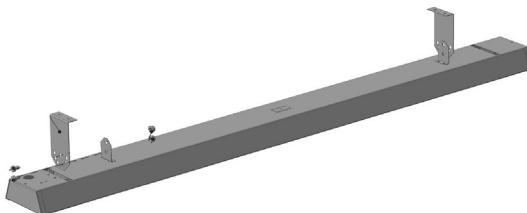
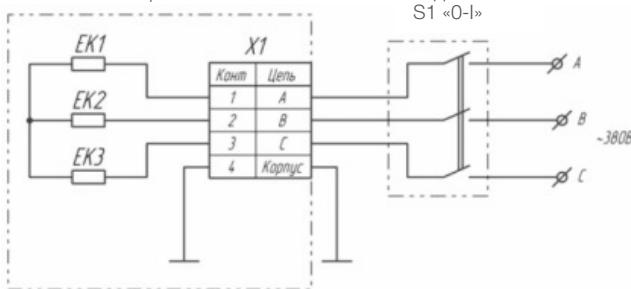

Рис. 4
Рис. 5
2. Раскройте чехол с комплектом монтажных деталей и извлеките их. В комплект входят 2 кронштейна и 4 винта M4x10 (рис.4).
- закрепить оголённые концы электрического кабеля в соединительной колодке обогревателя, жёстко притянув их винтами, в строгом соответствии с рис.4, или рис.5, рис.6, или рис.7.